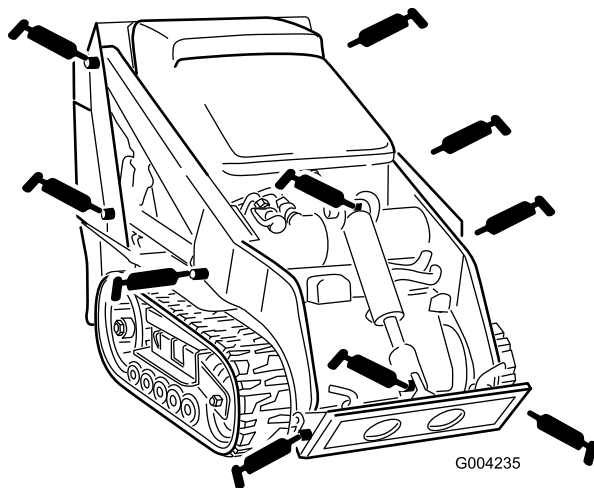
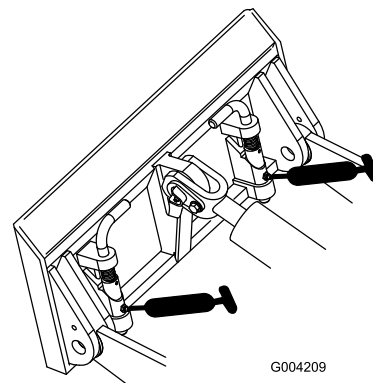

Figura 28
Figura 29
4. Ligue uma pistola de lubrificação ao encaixe (Figura 28 e Figura 29).